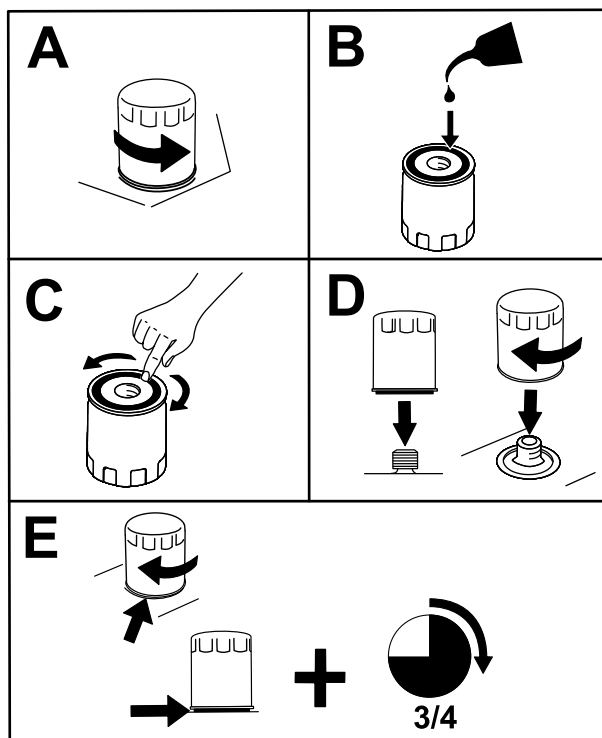

Figura 35
2. Înlocuiți filtrul de ulei de motor (Figura 35).